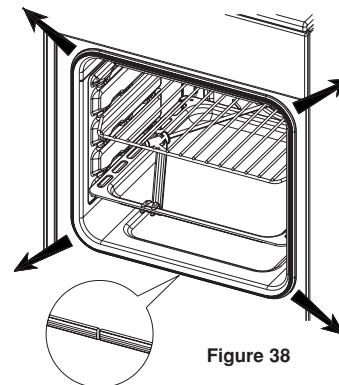

Figure 38
2. Enlevez l'ancien joint en sortant le joint des coins, un par un comme illustré à la figure 38.